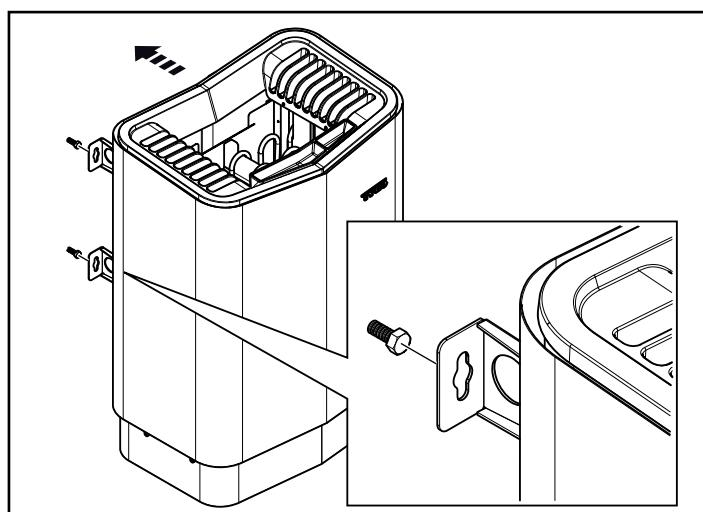

Rysunek 16. Montaż czujnika
11. Zamontuj czujnik na ścianie (patrz rys. 16). Przewód termistora także można przeprowadzić przez ścianę. Jeśli w ścianie za czujnikiem znajdują się otwory, zatkaj je (patrz rys. 17). Przewód termistora można przedłużyć poza łazienię za pomocą przewodu niskonapięciowego (2-żyłowego).